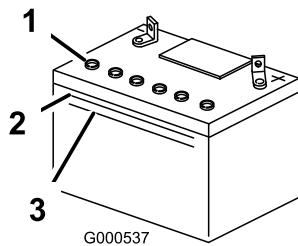

Figura 40
1. Mire hacia el lateral de la batería. El electrolito debe llegar a la línea superior (Figura 40). No permita que el electrolito esté por debajo de la línea inferior (Figura 40).
3. Retire los tapones de ventilación de la batería (Figura 40).
4. Vierta lentamente agua destilada en cada célula de la batería hasta que el nivel de electrolito llegue a la línea superior (Figura 40) de la caja de la batería.
5. Espere de 5 a 10 minutos después de llenar las células de la batería. Añada agua destilada, si es necesario, hasta que el nivel de electrolito llegue a la línea superior (Figura 40) de la caja de la batería.